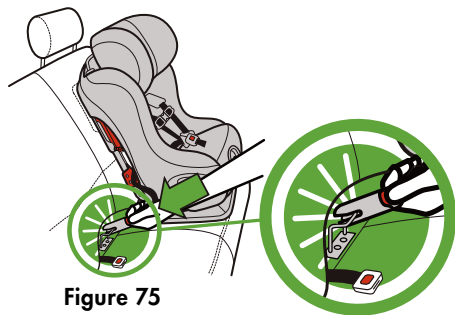

Figure 75
- Alignez le connecteur DUA avec l'ancrage DUA et poussez le connecteur DUA contre l'ancrage jusqu'à ce que le connecteur DUA fasse un déclic, tel qu'illustré dans la **Figure 75**.